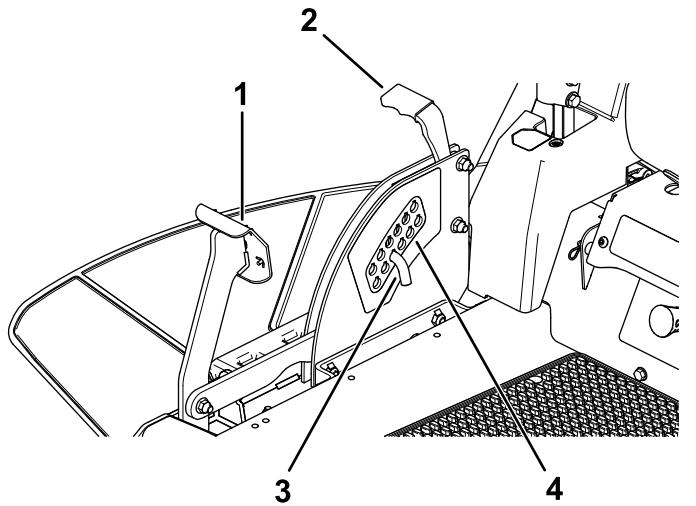

Figure 28
1. Appuyez sur la pédale de levage du tablier avec le pied et levez le tablier en position de verrouillage de transport (qui est aussi la position de hauteur de coupe de 114 mm [4,5 po]), comme montré à la Figure 28.
2. Pour changer la hauteur de coupe, retirez la goupille du support de hauteur de coupe (Figure 28).
3. Insérez la goupille dans le trou du système de hauteur de coupe correspondant à la hauteur de coupe voulue (Figure 28).